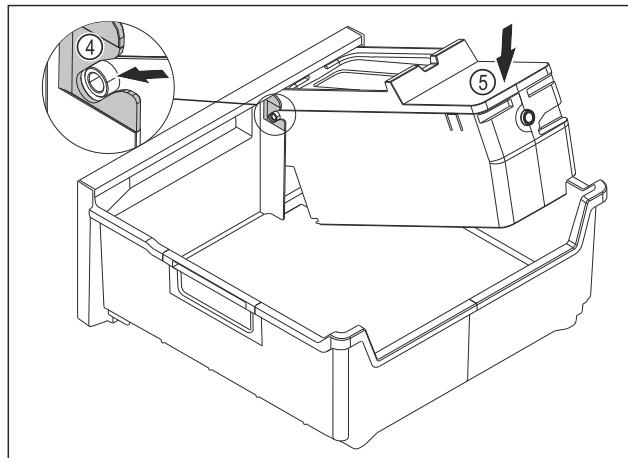

Fig. 110
- Встановіть корпус EasyTwist-Ice: Вставте осі корпусу EasyTwist-Ice в напрямні Fig. 110 (4).
- Натисніть на корпус EasyTwist-Ice Fig. 110 (5) ззаду вниз.